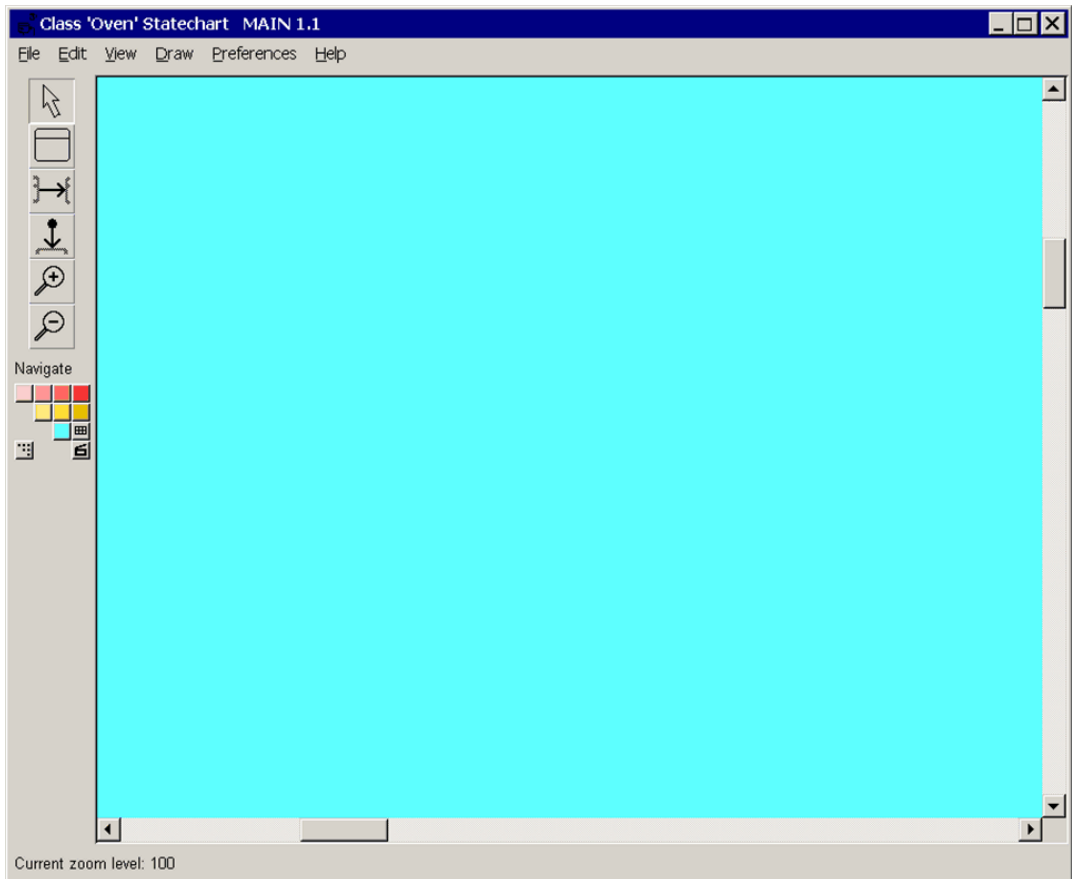

図 6-2: 空のクラスステートチャート
- ☐ ステートチャートがチェックアウトされたので、これを開いて編集できます。Model Builder インデックスウィンドウの [Statechart] セクションで、スクロールボックスの右側にある [SC] ボタンを左クリックします。ポップアップメニューが表示されます。ポップアップメニューの [Show] を選択します。空のステートチャートエディタが図 6-2 のように表示されます。